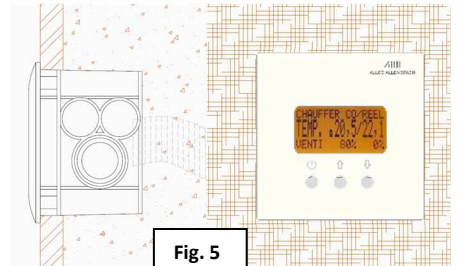

Fig. 5
- Emboîtez précautionneusement la commande sans forcer [Fig. 5].